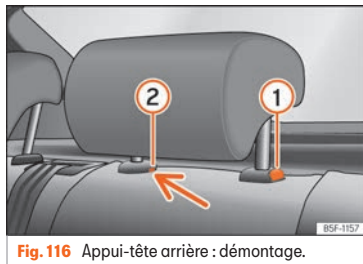

Fig. 116 Appuie-tête arrière : démontage.
- Appuyez sur la touche » fig. 116 (1), en appuyant en même temps sur l'orifice de sécurité (2) avec un tournevis plat de 5 mm de largeur maximum et retirez l'appuie-tête.